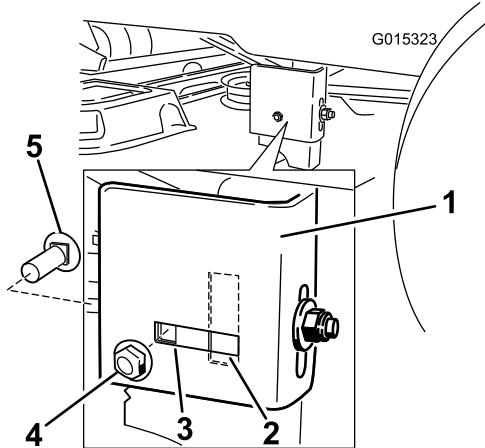

Figura 53
7. Vaya al lado izquierdo de la máquina. Retire el perno de cuello cuadrado lateral y la tuerca de bloqueo de la posición fija, e instálelos en la posición ranurada trasera; no los apriete del todo (Figura 53).